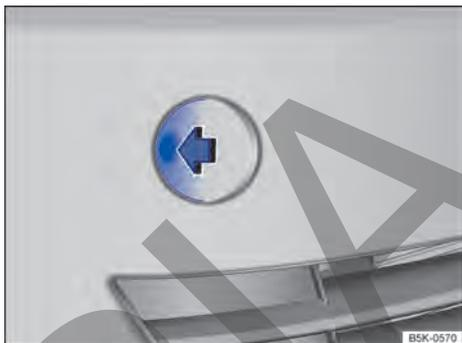

Fig. 163 En el lado derecho del paragolpes delantero: retirar la tapa.
- Presione en el lateral de la tapa (flecha) para desencastarla → fig. 163.